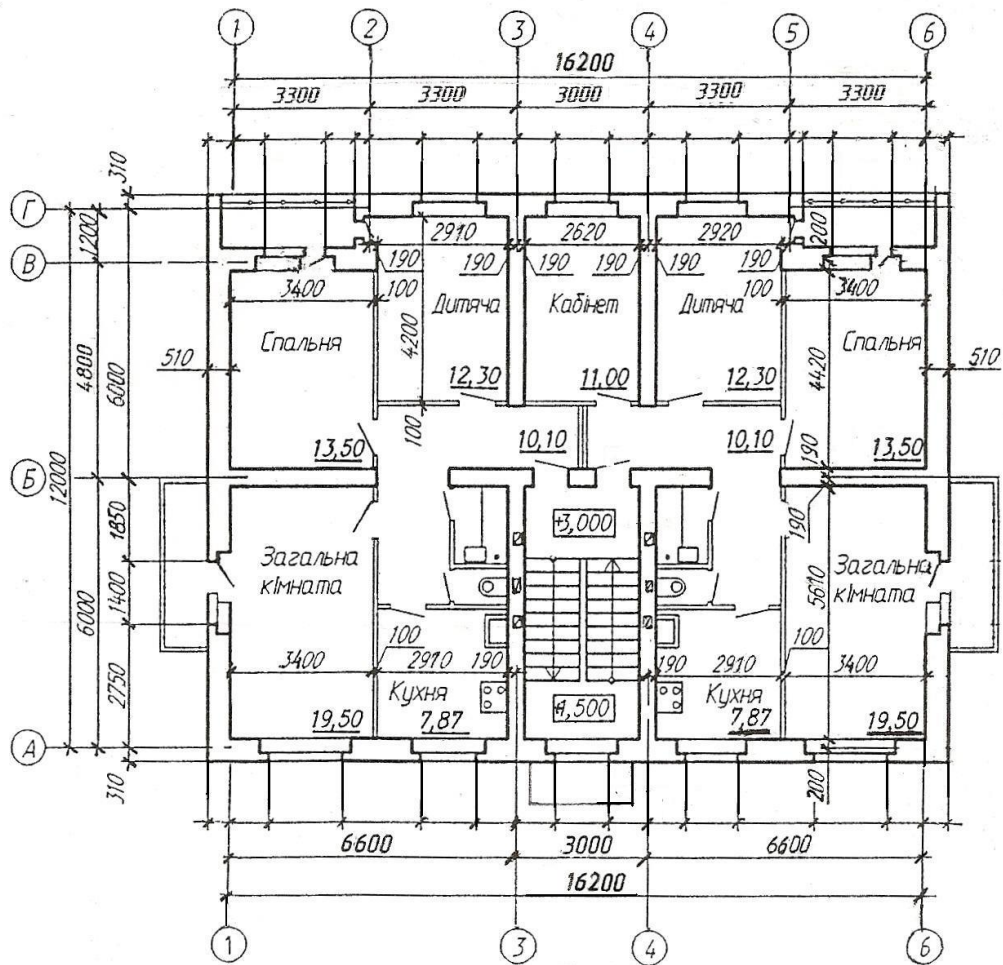

Рис. 23 – завдання № 9.
1. Для виконання завдання треба формат А3 (420x297 мм), зробити кресленик плану будівлі (рис. 23).